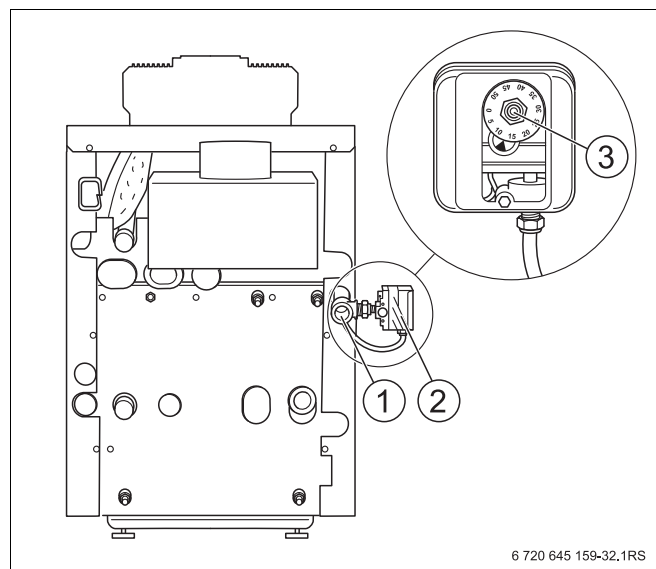

Рис. 46 Установка прибора контроля давления газа
- Установить прибор контроля давления газа (Рис. 46, поз. 2) на газопровод непосредственно на патрубок для подключения газа (Рис. 46, поз. 1 и Рис. 23, стр. 40) на отопительном котле вместе с регулировочным диском (Рис. 46, поз. 3) так, чтобы он смотрел вверх или наружу (используя переходник).